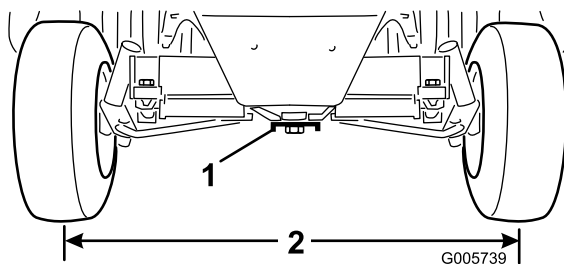

Figura 51
2. Desaperte as porcas em ambas as barras transversais. Ajuste as barras transversais até que a distância centro a centro à frente e atrás das rodas traseiras seja a mesma (Figura 51).